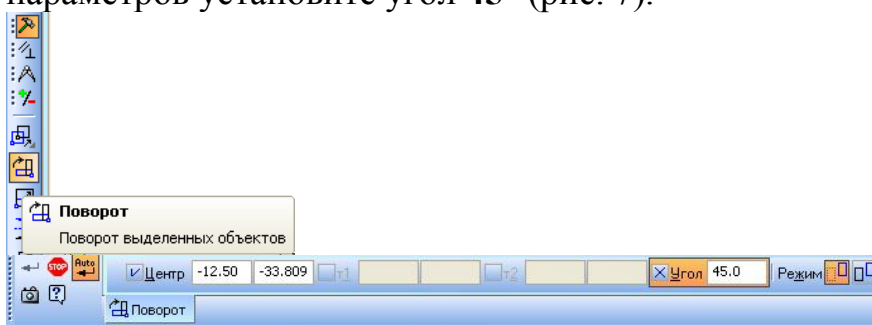

Рис. 7
11. Удобнее эскиз для лысок развернуть на угол 45° : выделите контур эскиза и используйте команду *Поворот* на панели *Редактирование*, в строке параметров установите угол 45° (рис. 7).